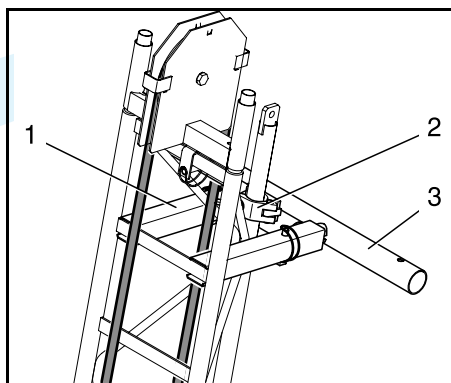

Bild 30 Standardauflage anbauen
16. Standardauflage [30/3] an der ersten Querstrebe des Aufbauelementes hinter dem Kopfstück, wie in Bild 30 dargestellt, anbauen. Die Querstrebe muss sich zwischen den Führungen [30/1] befinden. Standardauflage mit der Schelle [30/2] am Aufbauelement befestigen.